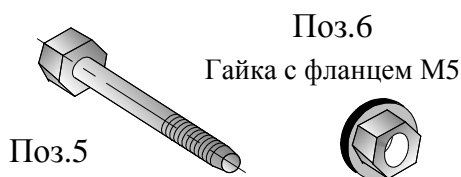

Рис.2
- SGR рамы определенной высоты и глубины (из номенклатурного ряда (рис.2)-две рамы на односекционный стеллаж;
### 2.4.1 Комплектация рам всех штатных типоразмеров, шт (рис.2)